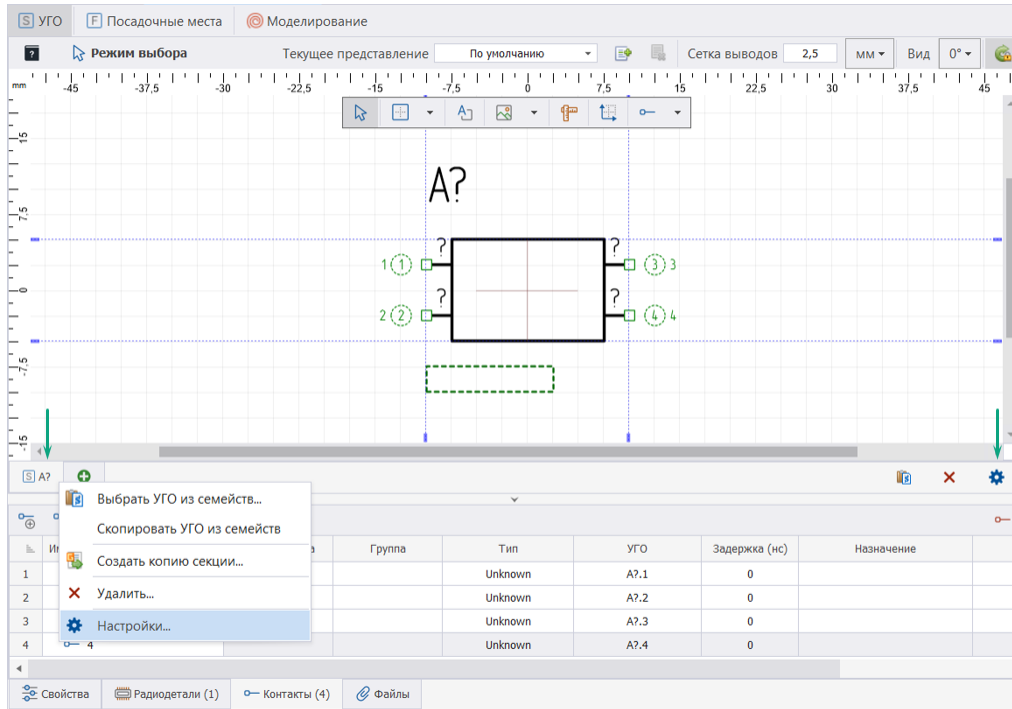

Рис. 211 Вызов настроек секций
1. Вызвать окно настроек из контекстного меню секции или с помощью кнопки , расположенной в правой части редактора, см. Рис. 211.